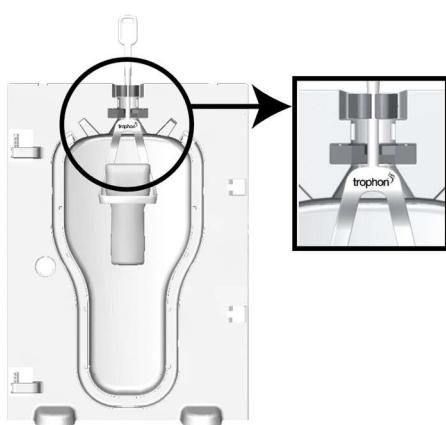
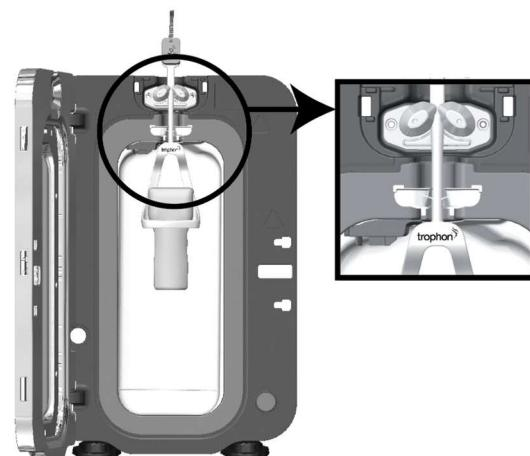

図 4
図 5
- **WUPH-A** Trophon Wireless Ultrasound Probe Hanger-A (WUPH-A) は、互換性のあるワイヤレス超音波プローブを trophon のチャンバー内で保持します。trophon EPR および trophon2 デバイスの両方での使用に適しています（それぞれ図 4 および図 5 をご参照ください）。